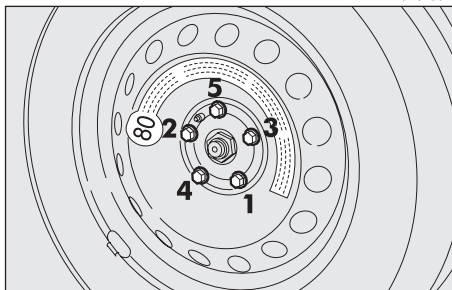

fig. 8
– En se servant de la clé fournie, visser à fond les boulons, suivant l'ordre illustré sur la **fig. 8**.
– En se servant de la clé fournie, visser à fond les boulons, suivant l'ordre représenté précédemment pour la roue compacte **fig. 8**.
– En se servant de la clé fournie, visser à fond les boulons, suivant l'ordre représenté précédemment pour la roue compacte fig. 8.